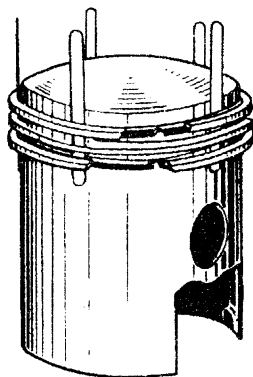

Рис. 3.4. Снятие (установка) поршневых колец
— снять поршневые кольца, используя для этого 5–6 стальных или латунных пластинок длиной от 30 до 40 мм, шириной от 3 до 5 мм, толщиной от 0,2 до 0,3 мм, в соответствии с рис. 3.4. Ввести пластины под кольцо в месте стыка и равномерно распределить по окружности между поршнем и кольцом, затем вывести кольцо по пластинам вверх. Можно снимать кольца с поршня без пластин, но при этом надо иметь в виду, что при большом разведении концов кольца возможна его поломка.
– установить с помощью пластинок поршневые кольца в канавки поршня, (см. рис. 3.4.), сориентировав стыки колец на стопорные штифты поршня. В верхнюю канавку поршня следует установить поршневое кольцо с покрытием;